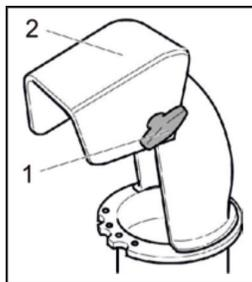

Рис. 19
10.2. Изменение дальности выброса снега (Рис. 19)